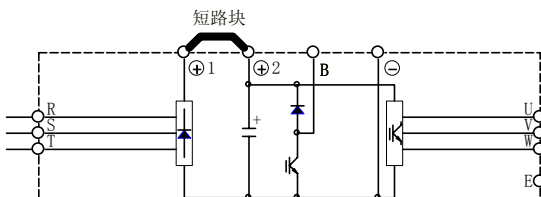

图 3.11 短路块的连接图
- 如不使用直流电抗器，请不要取下短路块，否则不能正常工作。短路块的连接见图 3.11。